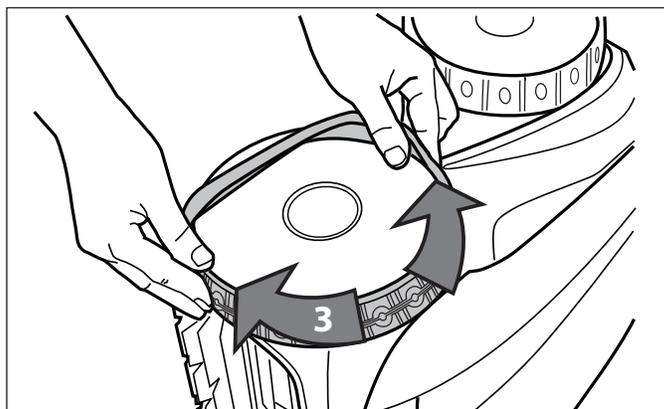

Figura 37. Meta el neumático en la rueda
5. Meta el neumático en la rueda y verifique que la costilla de la llanta esté en la posición correcta con la ranura de la rueda. Vea la Figura 37.